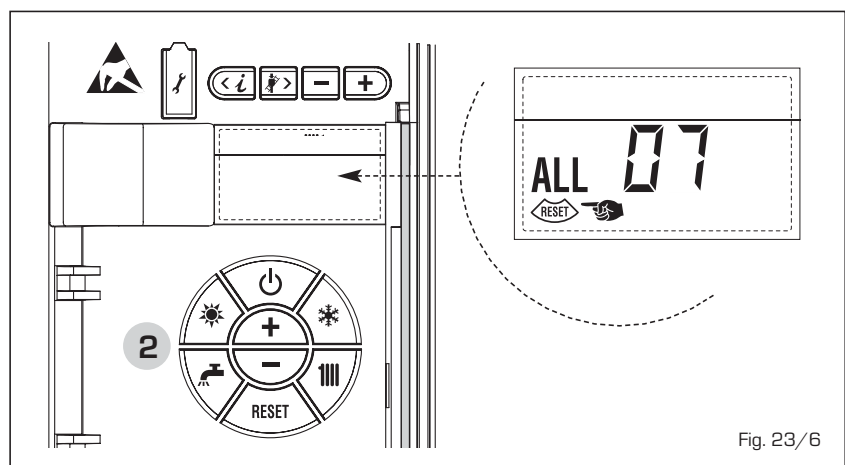

Fig. 23/6
- **ANOMALIA CHAMA PARASITA "ALL 08"** (fig. 23/7)